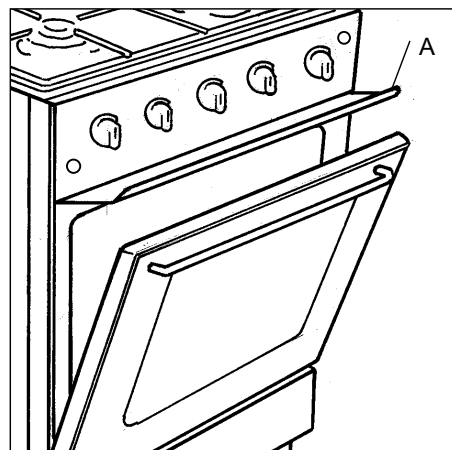

fig. 3
Les parties accessibles de la cuisinière peuvent être chaudes lors de l'utilisation du grill. Eloignez les jeunes enfants. L'utilisation du grill se fait avec la porte entrouverte avec le déflecteur « A » mis en place (fig.3). Evitez le contact avec les éléments chauffants se trouvant dans le four.
1. Ouvrez la porte du four et mettez le déflecteur « A » en place (fig. 3).
1. Installez le déflecteur ( fig. 3).